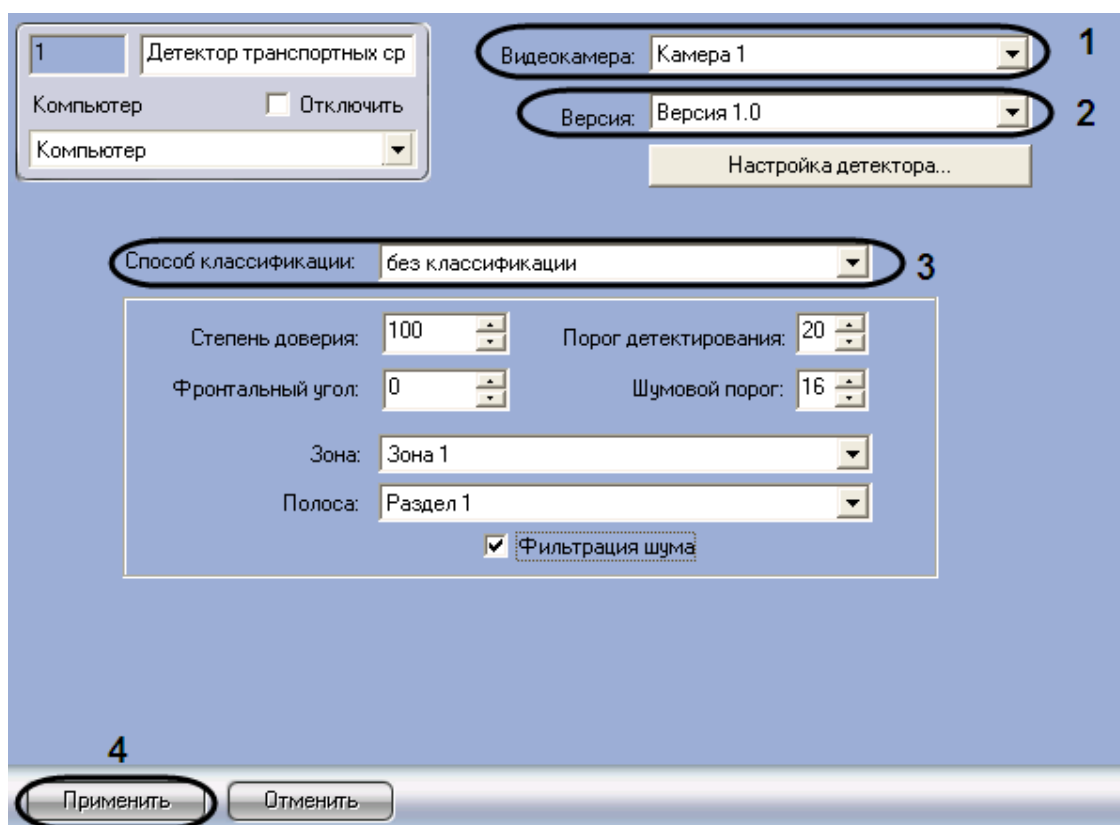

Рис. 7.7—2. Задание параметров детектора транспортных средств
1. Перейти на панель настройки объекта «Детектор транспортных средств» (см. Рис. 7.7—2)
2. Из раскрывающегося списка «Видеокамера» выбрать объект «Камера», соответствующий видеокамере детектора транспортных средств (см. Рис. 7.7—2, 1)
3. Из раскрывающегося списка «Версия» выбрать требуемую версию детектора (см. Рис. 7.7—2, 2)
4. Из раскрывающегося списка «Способ классификации» выбрать требуемый способ классификации детектируемых транспортных средств для занесения информации в базу данных процессора транспортного потока (см. Рис. 7.7—2, 3)